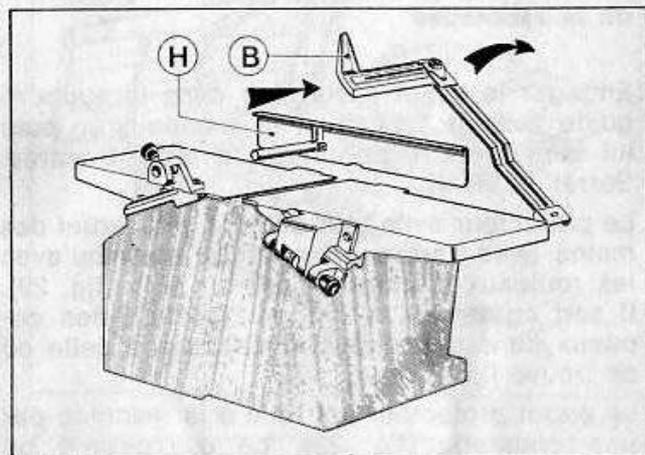
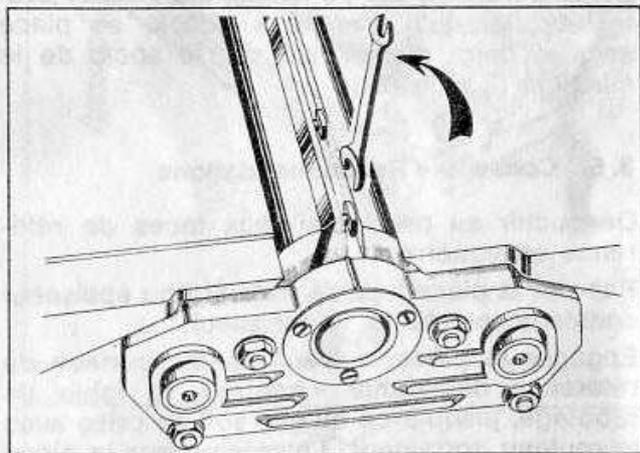
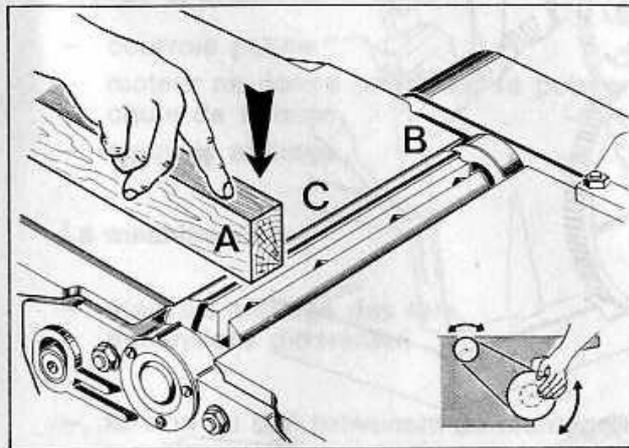

Figure 25
Figure 26
Figure 29
Débrancher le moteur et monter la courroie. Basculer le protecteur **B** vers l'arrière. Retirer le guide parallèle (**H**) fig. 25. Descendre la table d'entrée au maximum. Positionner l'arbre en actionnant la poulie-moteur à la main (fig. 29). Desserrer d'un quart de tour environ les vis des serre-lames (c'est-à-dire dans le sens normal du vissage) avec une clé à fourche 10 mm (fig. 26).
Vérifier le réglage de chaque lame à gauche (A), à droite (B), et au milieu de la table avec l'une des planchettes (fig. 29).
Plaquer cette planchette sur la table de sortie et faire tourner l'arbre en actionnant la poulie-moteur à la main (médaillon fig. 29). Si le réglage est correct, le tranchant de chaque lame vient effleurer le bois sans le mordre.